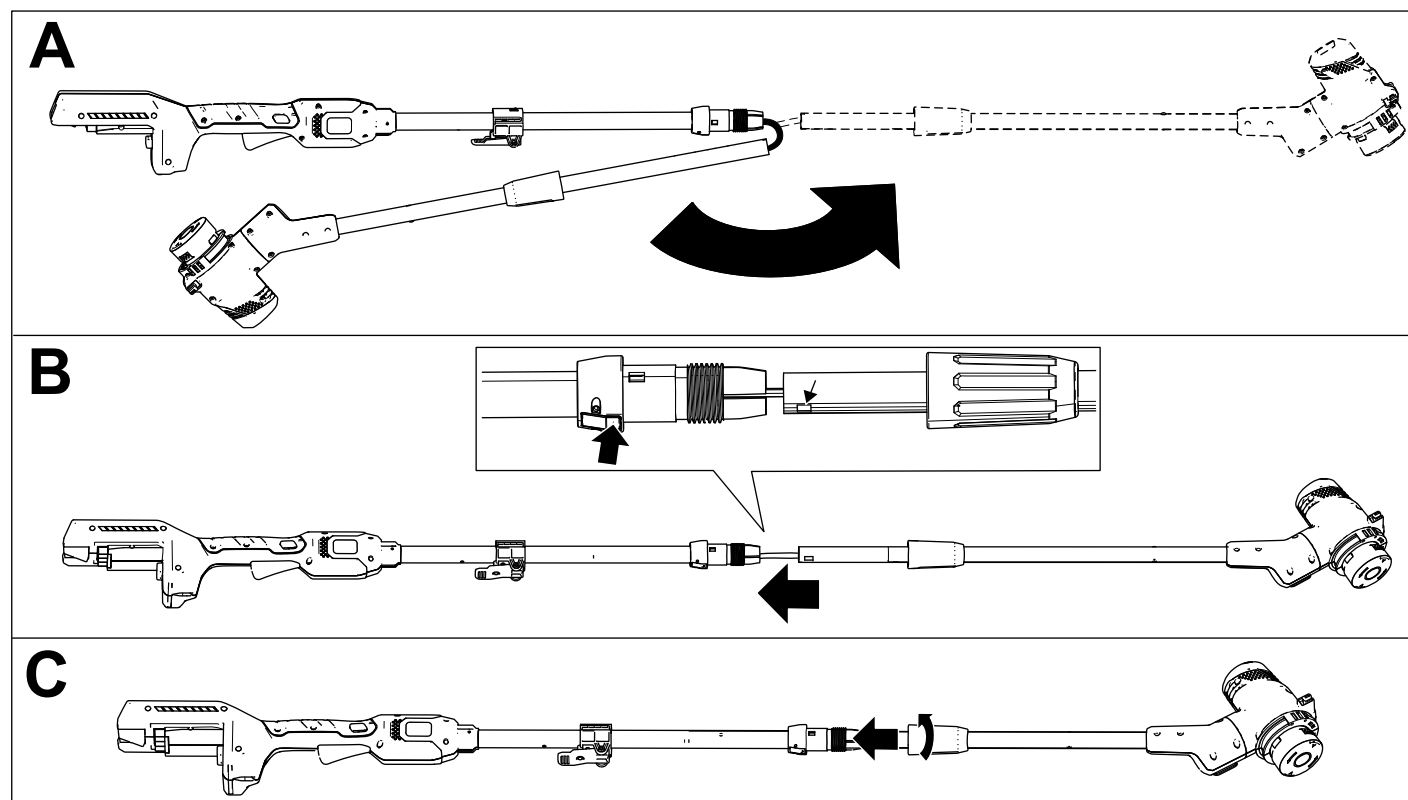

Figure 3
1. Dépliez le manche (encadré A de la Figure 3).
2. Enfoncez sans relâcher le bouton de verrouillage de la partie supérieure de la tige, puis placez le bouton de verrouillage en face du trou ovale sur la partie inférieure de la tige, et faites coulisser les 2 parties de la tige l'une sur l'autre. Une fois que le trou ovale sur la partie inférieure est passé par-dessus le bouton de verrouillage, relâchez le bouton et faites coulisser la partie inférieure dans la partie supérieure de la tige, jusqu'à ce que la débroussailleuse soit à la hauteur voulue (encadré B de la Figure 3).
3. Serrez l'accouplement sur la partie inférieure de la tige pour bloquer le manche à la hauteur souhaitée (encadré C de la Figure 3).